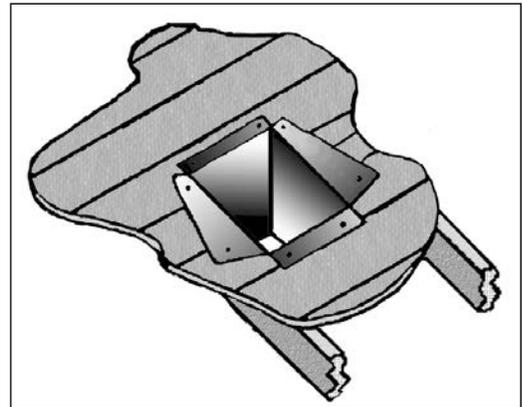

Figure 35: Installation de la boîte de support du plafond cathédrale.
- À l'aide de cisailles à tôle, coupez la « boîte de support » des coins supérieurs jusqu'à la ligne de toit, et pliez les rabats obtenus sur le revêtement de toit (Figure 35). Avant de le clouer au toit, passez un cordon de mastic non durcissant autour des bords supérieurs de la « boîte de support », pour faire un joint entre la boîte et le toit. Nettoyez tout matériau combustible de l'intérieur de la "boîte de support".